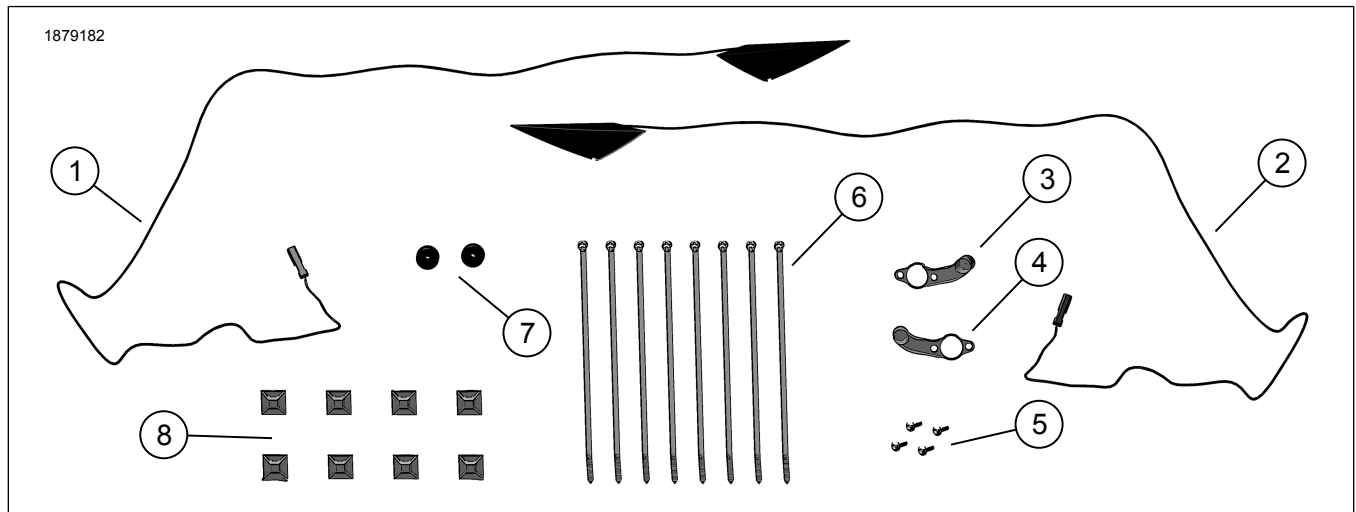
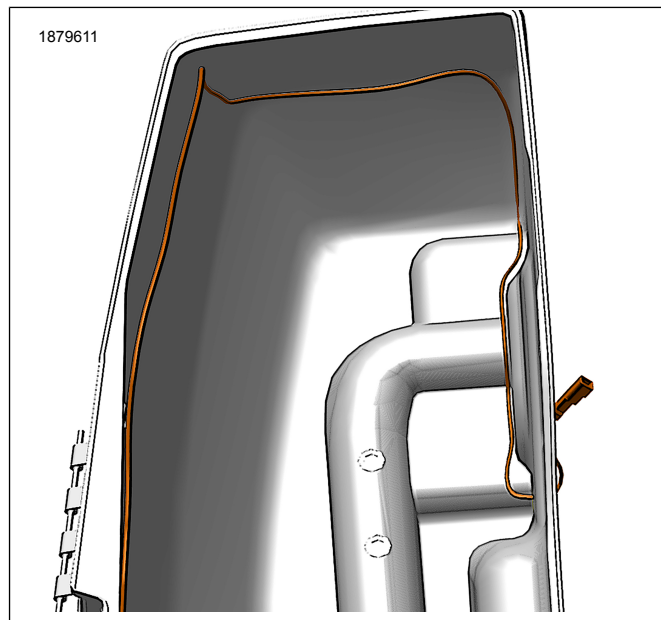

Abbildung 1. Inhalt des Satzes: LED-Innenbeleuchtung für Seitenkoffer
Abbildung 7. Kabelbaumverlegung
8. Siehe Abbildung 1 und Abbildung 7. Den Kabelbaum im Seitenkoffer verlegen und mit Kabelbindern (6) und Verankerungen (8) sichern.